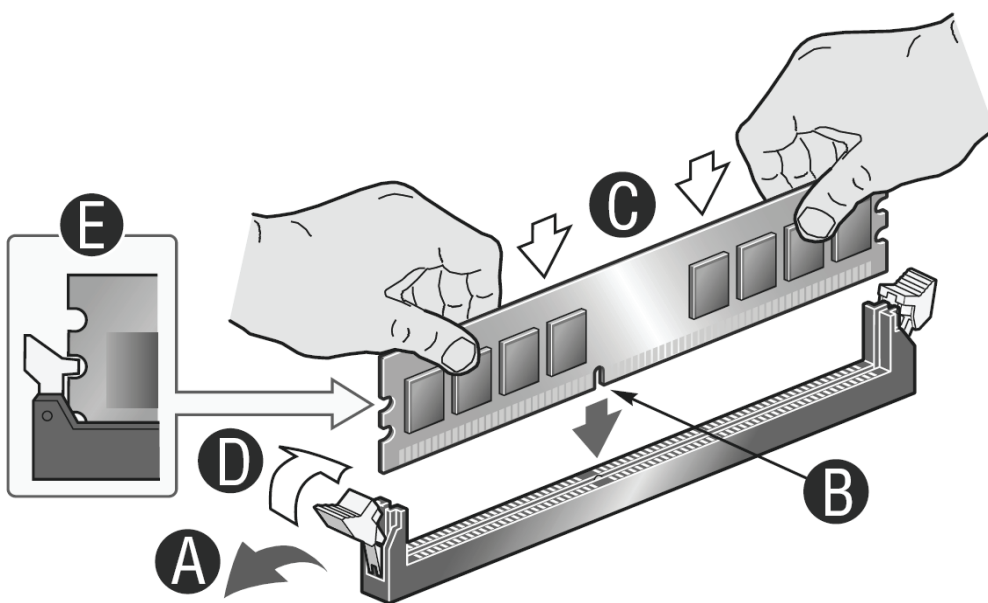

Abbildung 12. Einbauen von Speicherbausteinen
8. Richten Sie das DIMM über dem Sockel aus. Bringen Sie die kleine Einkerbung an der unteren Seite des Moduls mit der entsprechenden Markierung am Sockel zur Deckung (siehe Abb. 12).